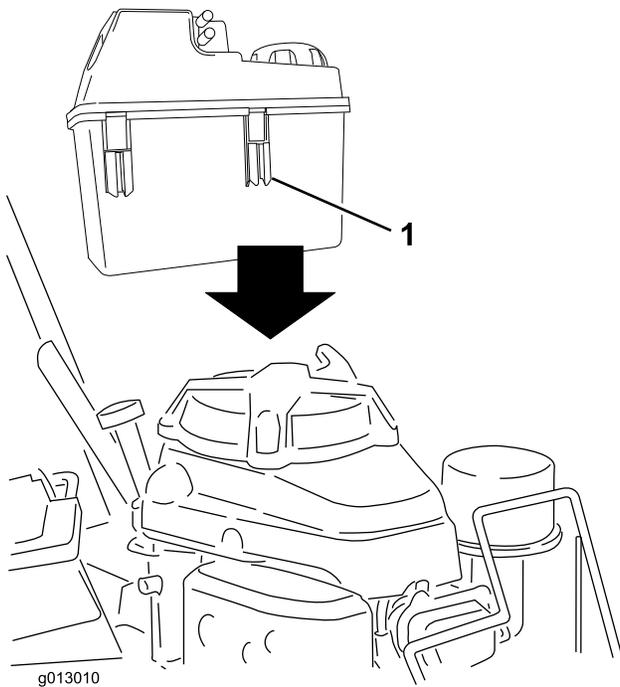

Figure 5
1. Glissez les clips en plastique situés à l'avant du réservoir sur le support du réservoir (Figure 5).